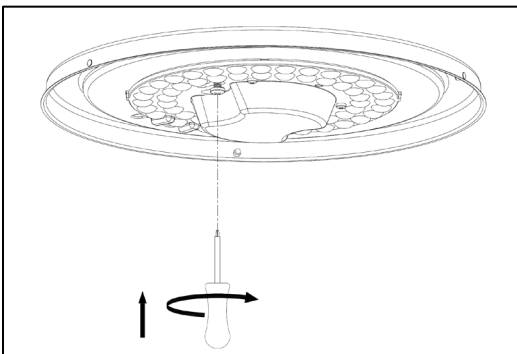

Figura 10
6. Asegure los 2 tornillos con un destornillador Phillips (consulte la Figura 10).